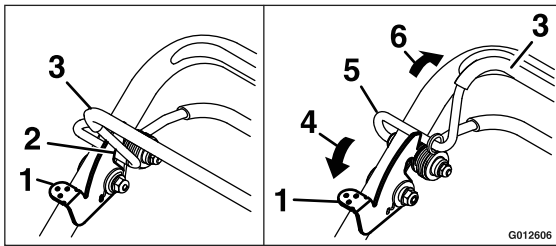

Figura 20
1. Empuje la palanca de bloqueo del control de las cuchillas hacia adelante para liberar la barra de control de las cuchillas (Figura 20).